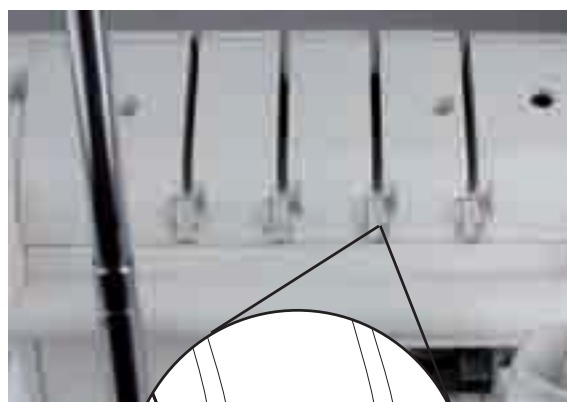

Fig. 25
2. Înfilati firul în ghidaj trăgând firul în jos până când alunecă sub ghidaj (2) (fig. 25).